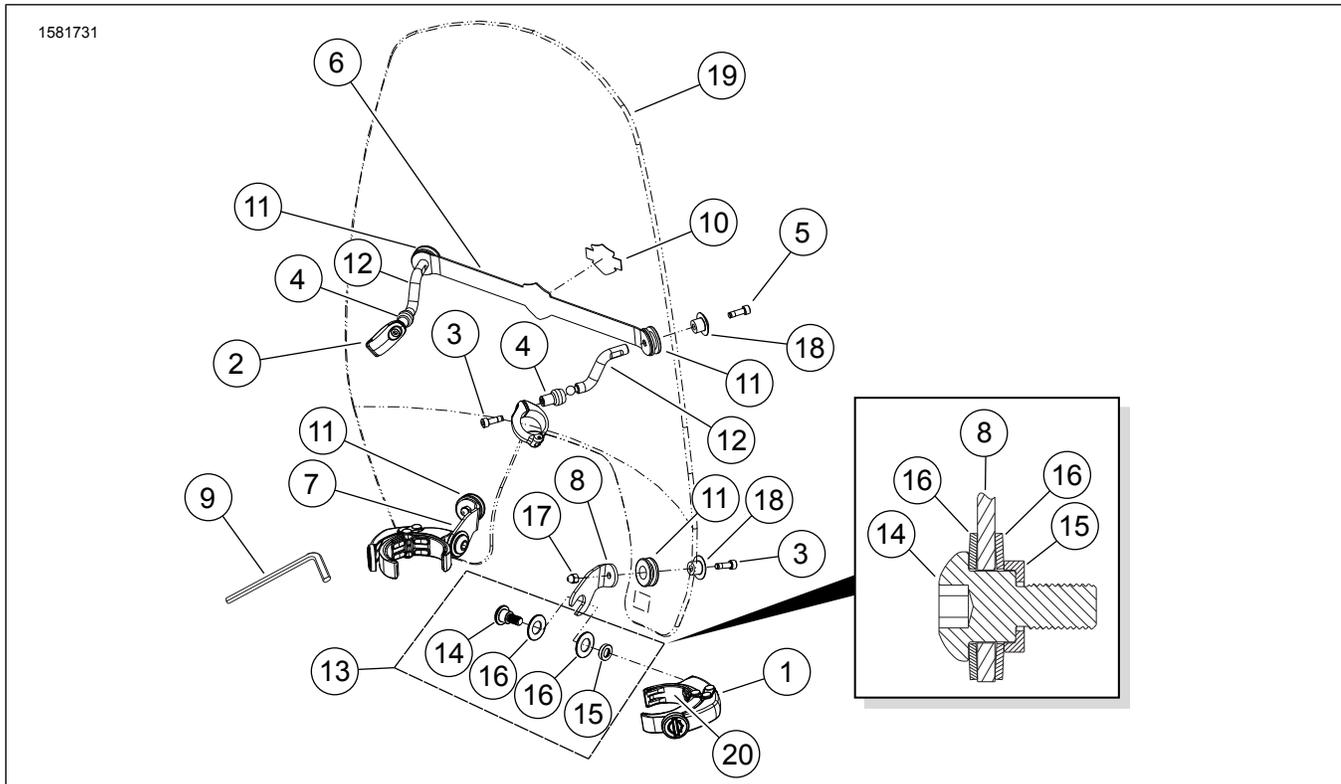

Figure 1. Pièces de rechange : Pare-brise VRSCDX
Consultez Figure 1 et Tableau 1.
1. Consultez Figure 1. Récupérer l'ensemble de pare-brise (avec les supports de montage 7 et 8 installés), les deux dispositifs de retenue rapide (1) et les deux kits de pièces (13) dans le kit de pare-brise.
2. Installer les deux rondelles Belleville (16) sur les filets de chaque vis (14) comme indiqué dans le dessin de façon à ce que les diamètres extérieurs soient en contact. Installer une rondelle à cuvette (15) sur chaque vis avec le côté concave face à la tête de vis.